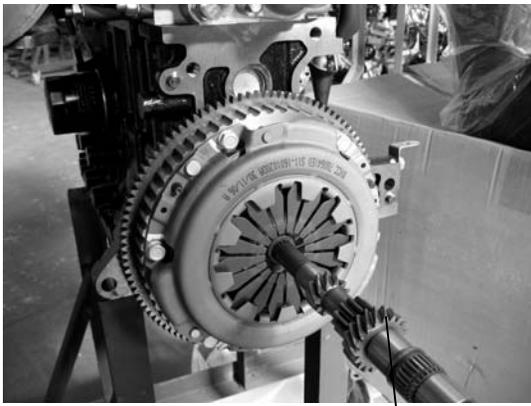
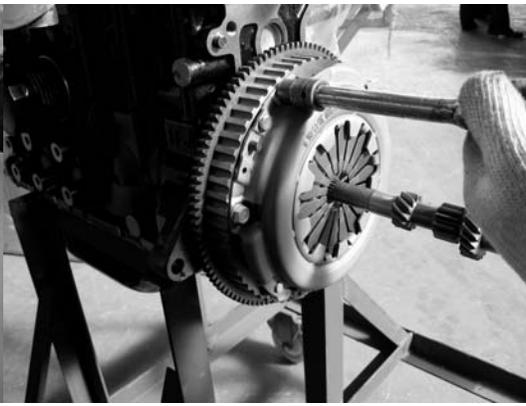

Abb. 10
Abb. 11
4. Setzen Sie einen Zentrierstift in die Bohrung ein (siehe Abb. 10). Entfernen Sie dann die sechs Bolzen der Druckplatte der Kupplung (siehe Abb. 11) clear. **Achtung:** Wenn Sie diese sechs Bolzen der Druckplatte wieder einsetzen, müssen sie mit dem vorgeschriebenen Drehmoment von **28 NM** festgezogen werden (siehe Abb. 10 - 14). Entfernen Sie jetzt Druckplatte und Mitnahmescheibe.